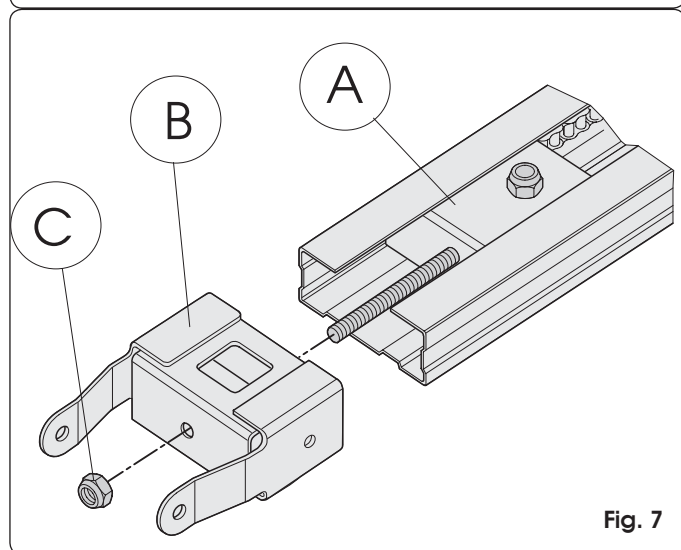

Fig. 7
- 2) Faire coulisser le groupe de renvoi sur toute la longueur du rail de guidage (Fig. 7 réf. A) pour l'amener à proximité de l'élément antérieur, opposé au groupe d'embrayage de la traction.
- 3) Assembler la patte d'attache antérieure (Fig. 7 réf. B) au groupe de renvoi (Fig. 7 réf. A).
- 4) Tendre légèrement la chaîne en vissant l'écrou (Fig. 7 réf. C).